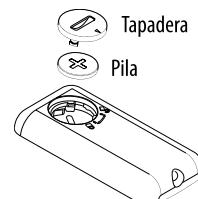

Fig. 1
- Jale la rejilla posterior hacia fuera (fig. 1) para retirarla y limpiar el filtro. Retire el filtro antipolvo que retiene las impurezas del aire aspirado del ambiente, sople ligeramente sobre éste y colóquelo de nuevo.